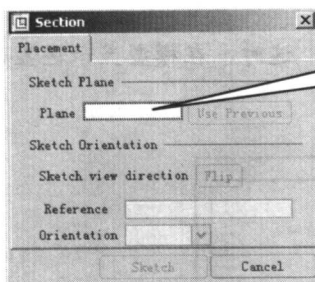

图 1-9
- (5) 在弹出的 Section 对话框中, Plane 文本框是空白的, 如图 1-9 所示, 说明还没有选择绘图平面。